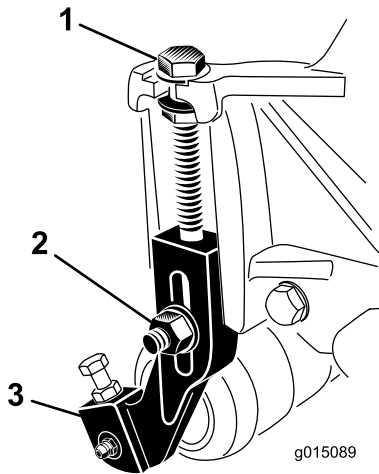

図 18
1. 刈り高アームをカッティングユニットのサイドプレートに固定しているロックナットをゆるめる (図 18)。